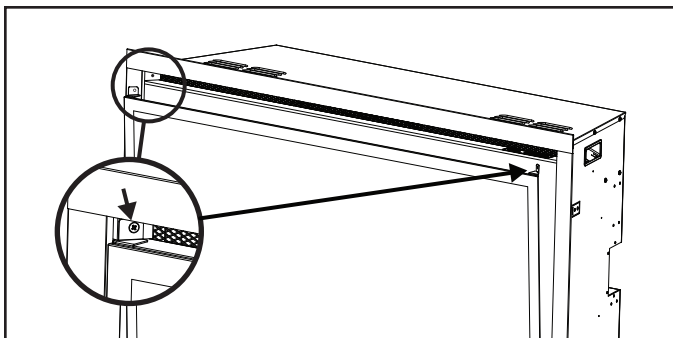

Figura 7.1 Retiro del vidrio
2. Retire los dos (2) tornillos ST4×8 que sujetan el vidrio y retire el vidrio. Consulte la Figura 7.1.
5. Ajuste las cuatro (4) patas niveladoras, si es necesario. Las patas niveladoras se ajustan desde el interior de la cámara de combustión. Gírelas en el sentido de las agujas del reloj para extender cada pata y en sentido contrario para acortarla.